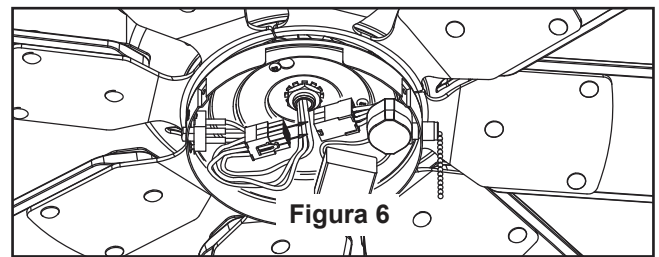

Figura 6
- 9. Fije firmemente el conector de 9 pasadores de la unidad del motor al enchufe del mazo de cables dentro de la unidad del adaptador del interruptor. (Figura 6)